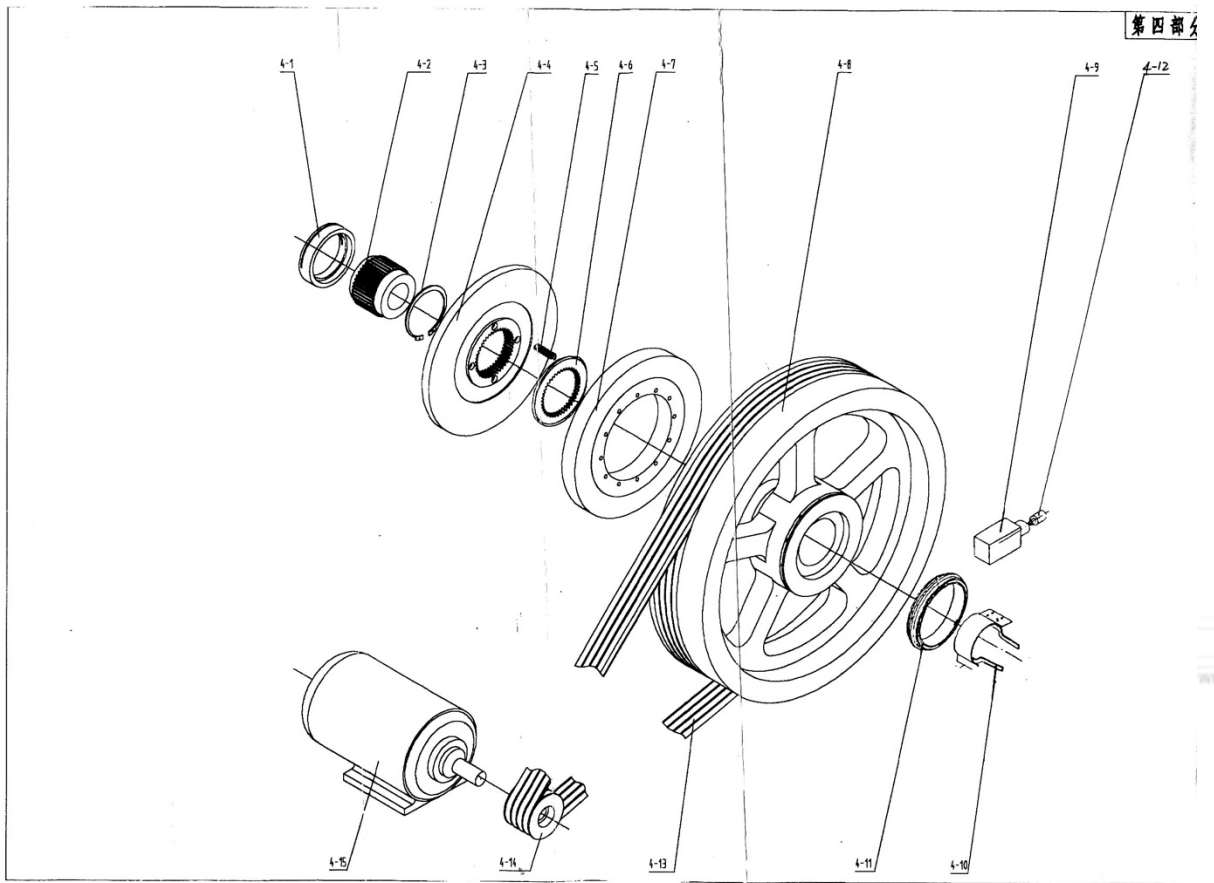
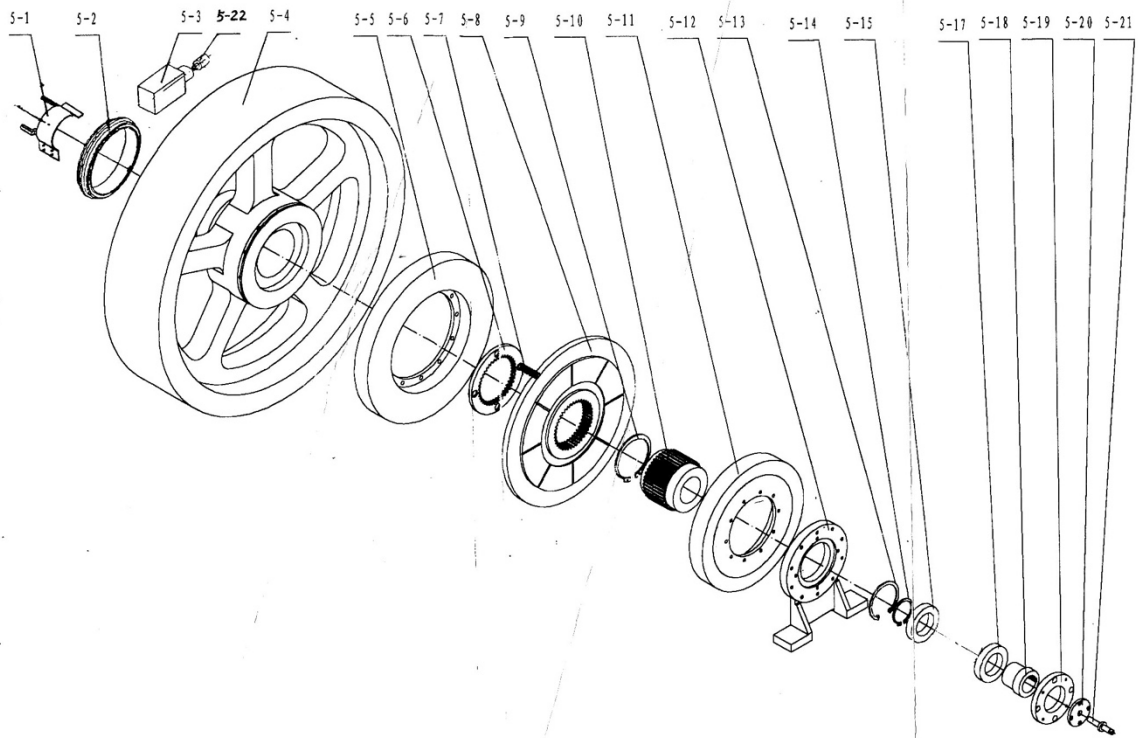

Рис. 10. Узел сцепления.
Рис. 11. Узел сцепление-тормоз.
2. Регулировка зазора в сцеплении-тормозе осуществляется винтом поз. 5-12 рис. 11. Зазор должен быть 0,3 мм. Максимум 0,5 мм. Регулировка зазора в сцеплении левая сторона рис. 10 выполняется регулировочным кольцом поз. 4-1.